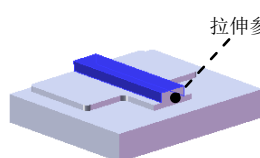
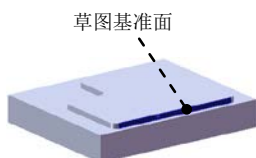
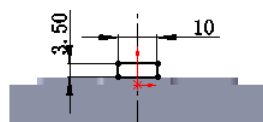

图 16.6.6 凸台一拉伸 3
图 16.6.7 草图基准面
图 16.6.8 横断面草图
Step4. 创建图 16.6.6 所示的零件基础特征——凸台一拉伸 3。
(1) 选择命令。选择下拉菜单 **插入(I)** → **凸台/基体(B)** → **拉伸(S)...** 命令（或单击“特征(F)”工具栏中的  按钮）。
(2) 定义特征的横断面草图。
① 定义草图基准面。选取图 16.6.7 所示的表面作为草图基准面。
② 定义横断面草图。在草图环境中绘制图 16.6.8 所示的横断面草图。
③ 选择下拉菜单 **插入(I)** → **退出草图** 命令，退出草图环境，此时系统弹出“凸台一拉伸”对话框。
(3) 定义拉伸深度属性。
① 定义深度方向。采用系统默认的深度方向。
② 定义深度类型和深度值。在“凸台一拉伸”对话框 **方向1** 区域的下拉列表中选择 **成形到一面** 选项，选取图 16.6.6 所示的表面作为拉伸参考面，选中 ☒ **合并结果(M)** 复选框。
(4) 单击  按钮，完成凸台一拉伸 3 的创建。